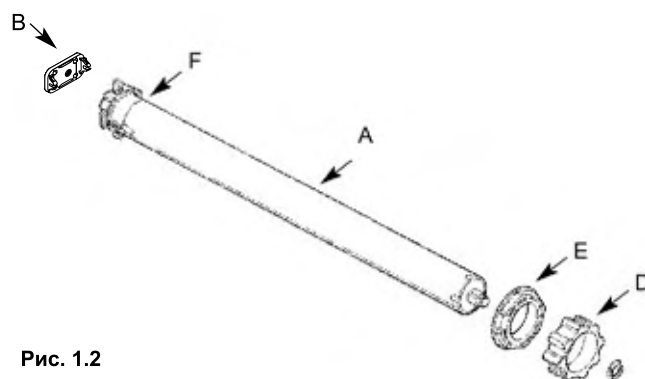

Рис. 1.2
1. Установите кольцо конечного положения (E) на корпус электродвигателя (A), зафиксировав его в кольце холостого хода (F) (рис. 1.2). Убедитесь в том, что оба паза совмещены. Перемещайте до упора, как показано на рисунке 1.3.
3. Вставьте собранный электродвигатель в октогональный вал таким образом, чтобы кольцо конечного положения (E) полностью вошло в вал. Прикрепите адаптер (D) к валу при помощи винта M4x10, чтобы избежать возможного скольжения или осевого смещения электродвигателя (рис. 1.4). Закрепите оголовок двигателя на креплении (B) (рис. 1.2).